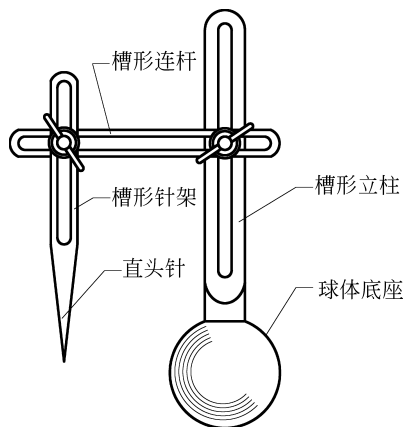
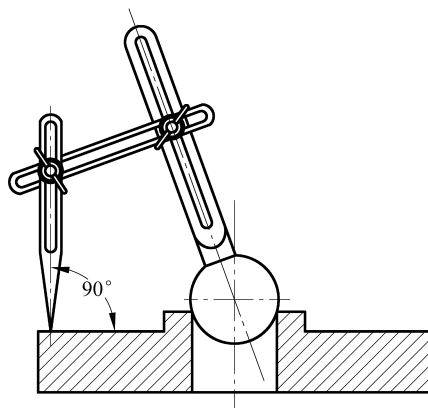

图 3-14 球座划线盘结构
图 3-15 球座划线盘划线操作
② 球座划线盘。球座划线盘的特点是底座为球体,适宜于在有孔工件上自动定心进行划线操作,结构如图 3-14 所示,球座划线盘的操作如图 3-15 所示。